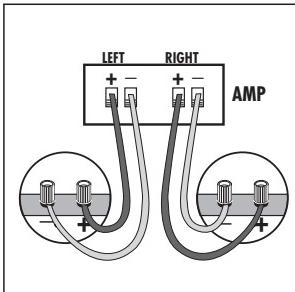

FIGURE 12
- Once you have cut the hole, fish your previously positioned wiring out of the hole and connect the speaker. Follow the hookup directions included with your receiver. Strip 2 inch (12 mm) of insulation from each of the two conductors of the wire to expose the bare metal and twist each of the conductors into a single unfrayed strand (so you have two unfrayed strands). Note that one of the terminals on the rear of each speaker is red (+) and the other is black (-). Make certain that you connect the wire from the red terminal (+) of your amplifier or receiver to the red terminal (+) on your speaker and the wire from the black terminal (-) of your amplifier or receiver to the black terminal (-) on your speaker. Most wire has some indicator (such as color-coding, ribbing or writing) on one of the two conductors to help you maintain consistency [figure 12].
• Une fois l'embrasure pratiquée, sortez-en le câble précédemment installé et connectez-le au haut-parleur. Suivez les instructions de raccordement fournies avec votre récepteur. Retirez 12 mm (1/2 po) d'isolation de chacun des deux conducteurs pour exposer les brins métalliques et tordez les brins de chaque conducteur pour former deux torons non éraillés. Notez qu'une des bornes à l'arrière de chaque haut-parleur est rouge (+) et l'autre noire (-). Assurez-vous de bien raccorder le fil provenant de la borne rouge (+) de votre amplificateur /récepteur à la borne rouge (+) de votre haut-parleur et le fil noir (-) provenant de la borne noire (-) de votre amplificateur/récepteur à la borne noire (-) de votre haut-parleur. La polarité de la plupart des fils à deux conducteurs est codée (couleur, nervure ou écriture) pour faciliter son identification [figure 12].